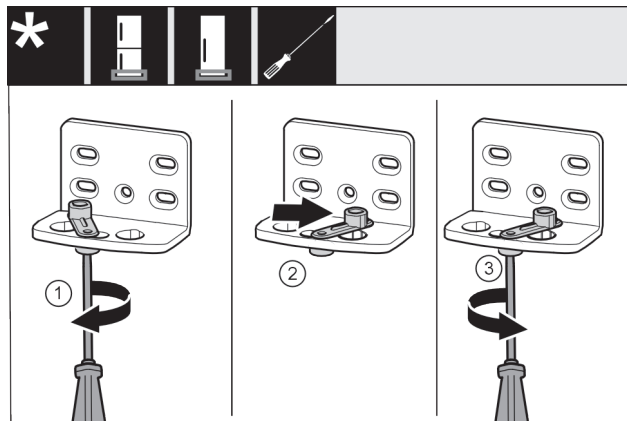

Fig. 45 *
- ▶ Odkręcić lekko śrubę Fig. 45 (1) śrubokrętem.*
- ▶ Unieść element ułatwiający zamykanie Fig. 45 (2), a następnie obrócić w otworze w prawo o 90°.*
- ▶ Przykręcić śrubę Fig. 45 (3) śrubokrętem.*